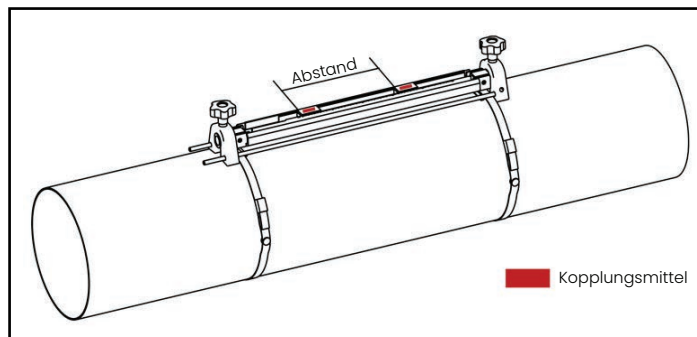

Abbildung 13: Messkopfabstand einstellen und Koppelmittel auftragen
- b. Stellen Sie die Messkopf auf den vom Messgerät berechneten Abstand ein. Wenn Sie festes Koppelmittel verwenden, tragen Sie es auf beide Messkopfflächen auf. Drehen Sie die Messkopf anschließend wieder auf die Schiene (siehe *Abbildung 13* unten).